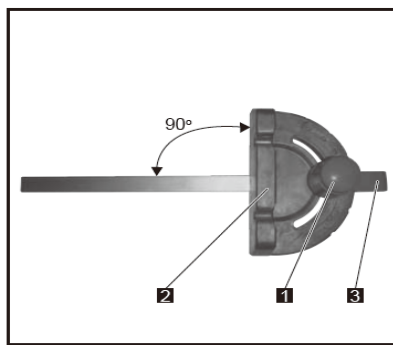

Рис. 26
- Указатель направляющего упора (6) располагается на шкале линейки (8). Шкала показывает расстояние от боковой стороны упора до пильного диска.
- Измерьте фактическое расстояние с помощью линейки. Если измеренное значение отличается от того, на котором располагается указатель (6), отрегулируйте его положение.
- Ослабьте винт (7) и сдвиньте указатель на нужную отметку шкалы. Затяните винт и повторно измерьте расстояние линейкой.
6.6 Регулировка углового упора (Рис. 26)
- Ослабьте запорную рукоятку (1), чтобы дать возможность корпусу упора (2) свободно поворачиваться. Установите корпус упора под углом 90°, чтобы неподвижный упор зафиксировал его положение. Затяните запорную рукоятку, чтобы зафиксировать корпус углового упора в выбранном положении.
- Если указатель (3) необходимо отрегулировать, ослабьте два винта под указателем с помощью шестигранного ключа. Отрегулируйте положение указателя таким образом, чтобы он находился на отметке 90°, затем плотно затяните оба регулировочных винта.
- Чтобы изменить угол упора, ослабьте запорную рукоятку (1) и поверните корпус упора на желаемый угол, ориентируясь по шкале. Зафиксируйте упор в выбранном положении, затянув запорную рукоятку.